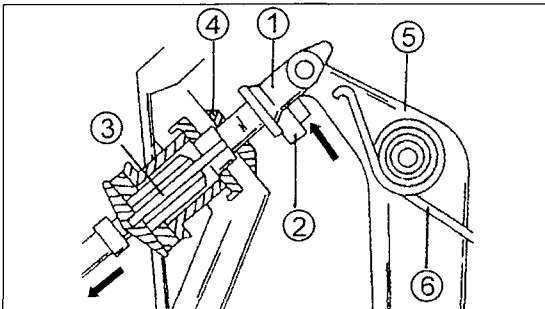

Bild 196
- Das Seil nach oben führen, bis die Sicherung vom Pedal gelöst werden kann. Das Seil wird durch eine Büchse gehalten, welche durch einen Clip befestigt ist. Zum Ausbau des Clips einen Schraubendreher benutzen und in Pfeilrichtung von Bild 196 dagegen drücken.